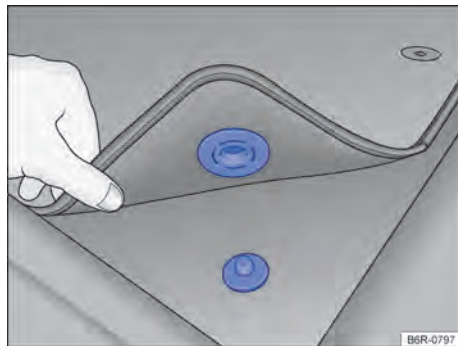

Fig. 17 Tapete dianteiro do lado do condutor com fixação no pino do carpete.
- ✓ Acomodar bem o tapete na área para os pés do lado do condutor de modo que não obstrua a área dos pedais. O tapete dianteiro do lado do condutor pode ter fixação no pino do carpete → Fig. 17.